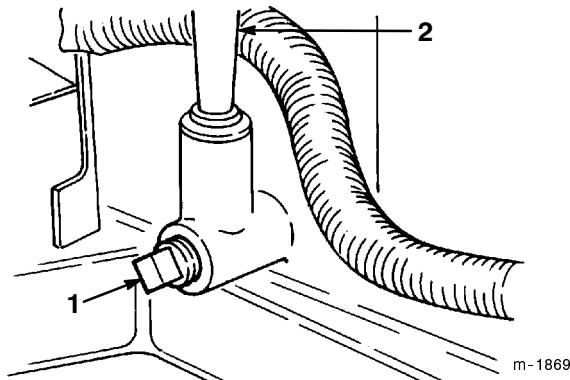

Bild 14
- Stellen Sie eine Auffangschale unter den Ölpeilstab/das Einfüllrohr und entfernen die Verschlusschraube (Bild 14).